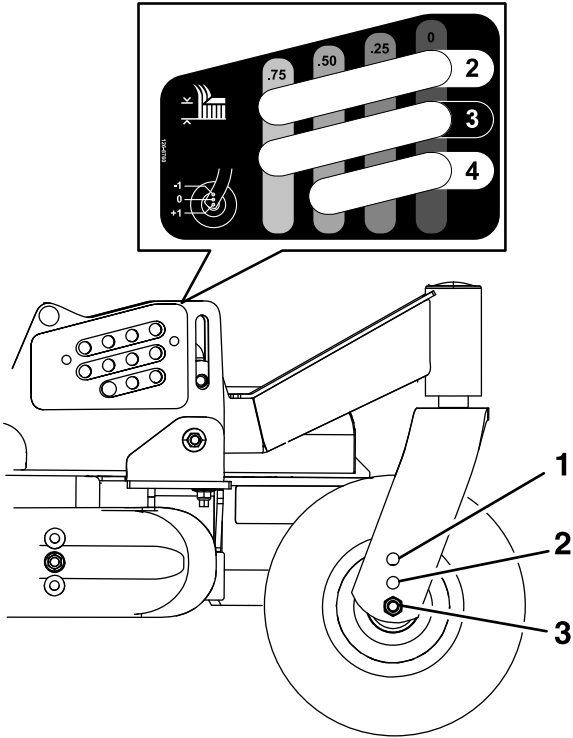

Figure 28
- B. Montez les roues de jauge avant et arrière dans le trou qui convient (voir le tableau ci-dessous, ainsi que la Figure 28), puis reposez les fixations.